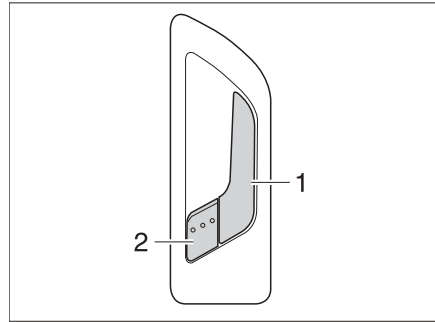

Fig. 26 Serratura della porta di ingresso, lato interno
- Tirare la maniglia (Fig. 26,1). La serratura della porta si sblocca. La leva di sicurezza (Fig. 26,2) scatta automaticamente all'infuori.
- Premere la leva di sicurezza (Fig. 26,2).